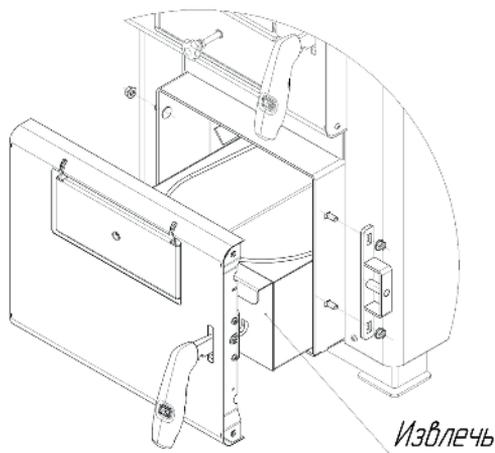

Рисунок 12.2
2. Выкрутить гайки крепления кронштейна двери и петли запорного механизма ручки и демонтировать их. Также необходимо извлечь ящик зольника. Рис. 12.2